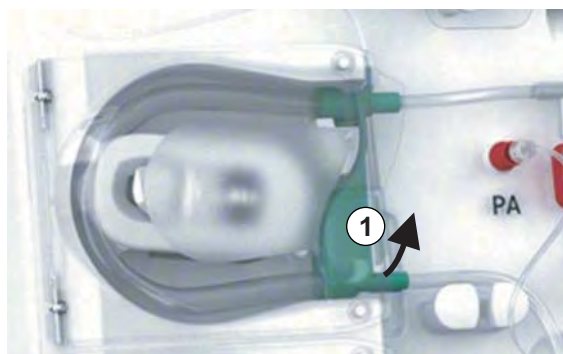

Fig. 7-1 Fjerne blodslangen
5. Trekk forsiktig opp nedre del av multikoblingen (Fig. 7-1, ①) fra blodpumpens base (pilens retning), mens blodpumpens deksel er lukket.